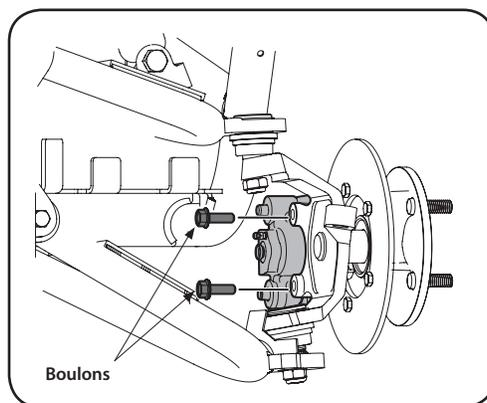

Figure 6-13
1. Enlevez les boulons de montage qui fixent l'étrier et les plaquettes de frein à la fusée de direction. Voir Figure 6-13.